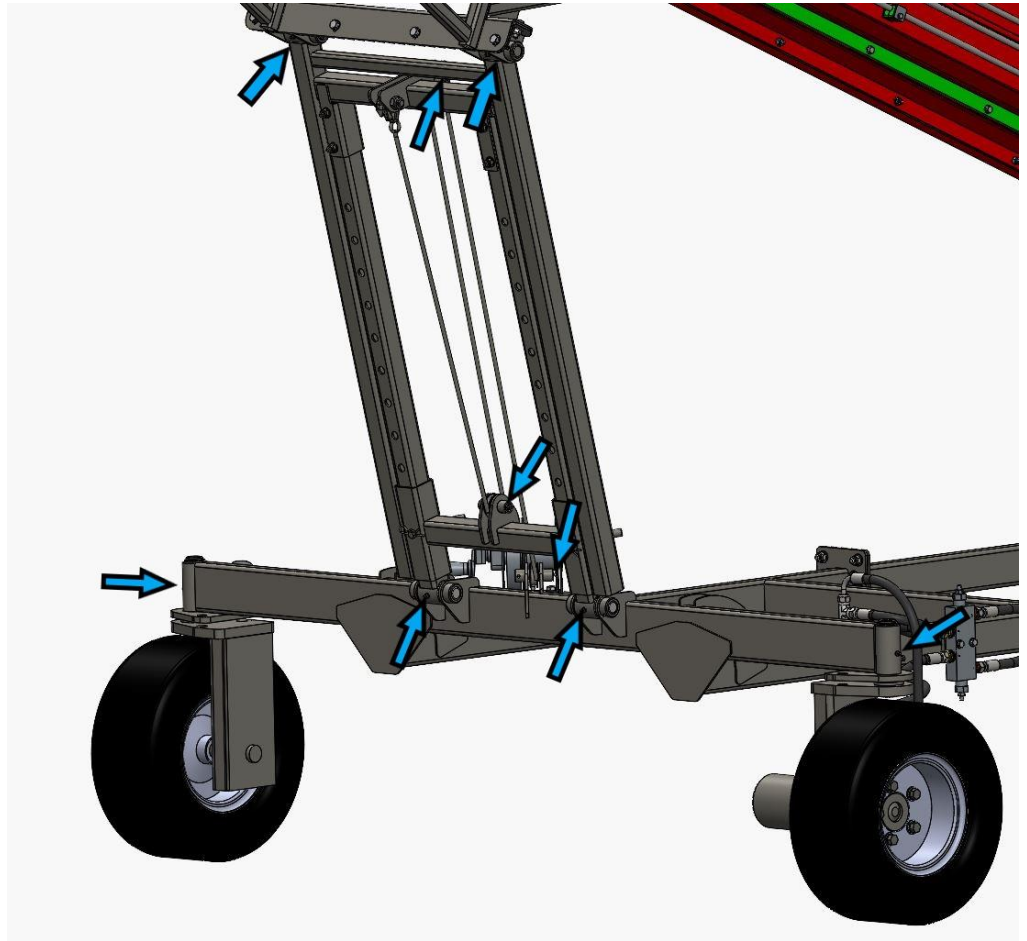

Рис. 11.
3. Подъемный штифт (9 шт. на рис. 11).